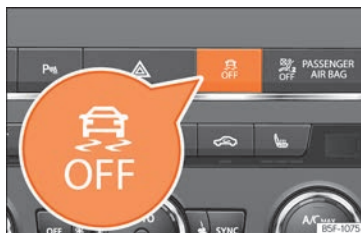

Fig. 257 Consola central: Tecla para conectar/desconectar el ESC y el ASR
- Pulsando la tecla  **fig. 257** durante aproximadamente 1 segundo, conecta el modo ESC Sport.
- Pulsando la tecla  **fig. 257** durante aproximadamente más de 3 segundos, se desconecta el programa electrónico de estabilización (ESC), incluida la función ASR. El testigo  se enciende y el texto **ESC OFF** se muestra de manera permanente en la pantalla del cuadro de instrumentos.
- La función ASR y el ESC se vuelven a conectar pulsando la tecla  **fig. 257**.